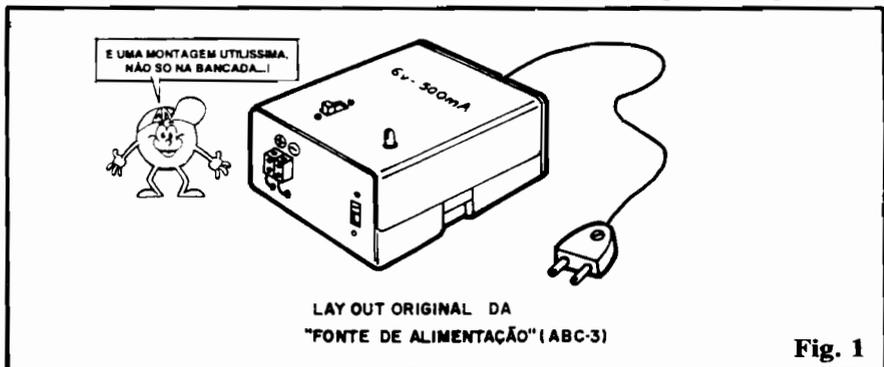

Fig. 1
- **FIG. 1** - Em sua configuração básica, para utilização geral, a FONTE DE ALIMENTAÇÃO (6V x 500mA) sugeria o **lay out** mostrado na figura: uma caixinha padronizada, externamente ressaltados apenas o LED piloto, o interruptor geral, a chave de tensão (110-220) e os conetores de Saída (na forma de um par de segmentos de barra "Sindal", devidamente identificados quanto à sua **polaridade**...). Insistimos que essa é a forma mais bonita e prática de "acabar" a FONTE, porém nada impede que o Leitor/Aluno abrigue o circuito em outros **containers**, eventualmente com uma disposição diversa dos indicadores, chaves e acessos externos... Muitos dos Leitores, entretanto, escreveram perguntando detalhes sobre a utilização da FONTE como se fosse um convencional "eliminador de pilhas" ou "conversor", para a alimentação de aparelhos ou dispositivos diversos (radinhos, gravadores, brinquedos eletro-eletrônicos, etc.). Vamos, então, estabelecer algumas comparações e fornecer informações práticas que **permitirão**, mesmo ao "Aluno" mais tontão "se virar" bem...